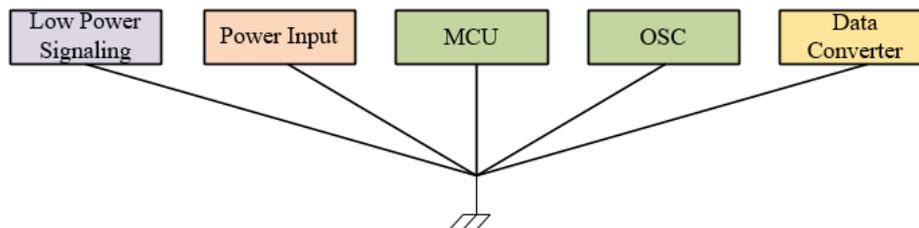

図 1. 単一ポイントのリターンパスの例
- 図 1 に、低コスト設計で見られる単一ポイントのリターンパス (single point return path) を示します。この方式は DC 電源立ち上げから最大数 MHz 周波数までを想定しており、配線長に起因するインピーダンスが原因で、複数の接続点の間で認知できる程度の電圧降下 (電位差) が発生します。